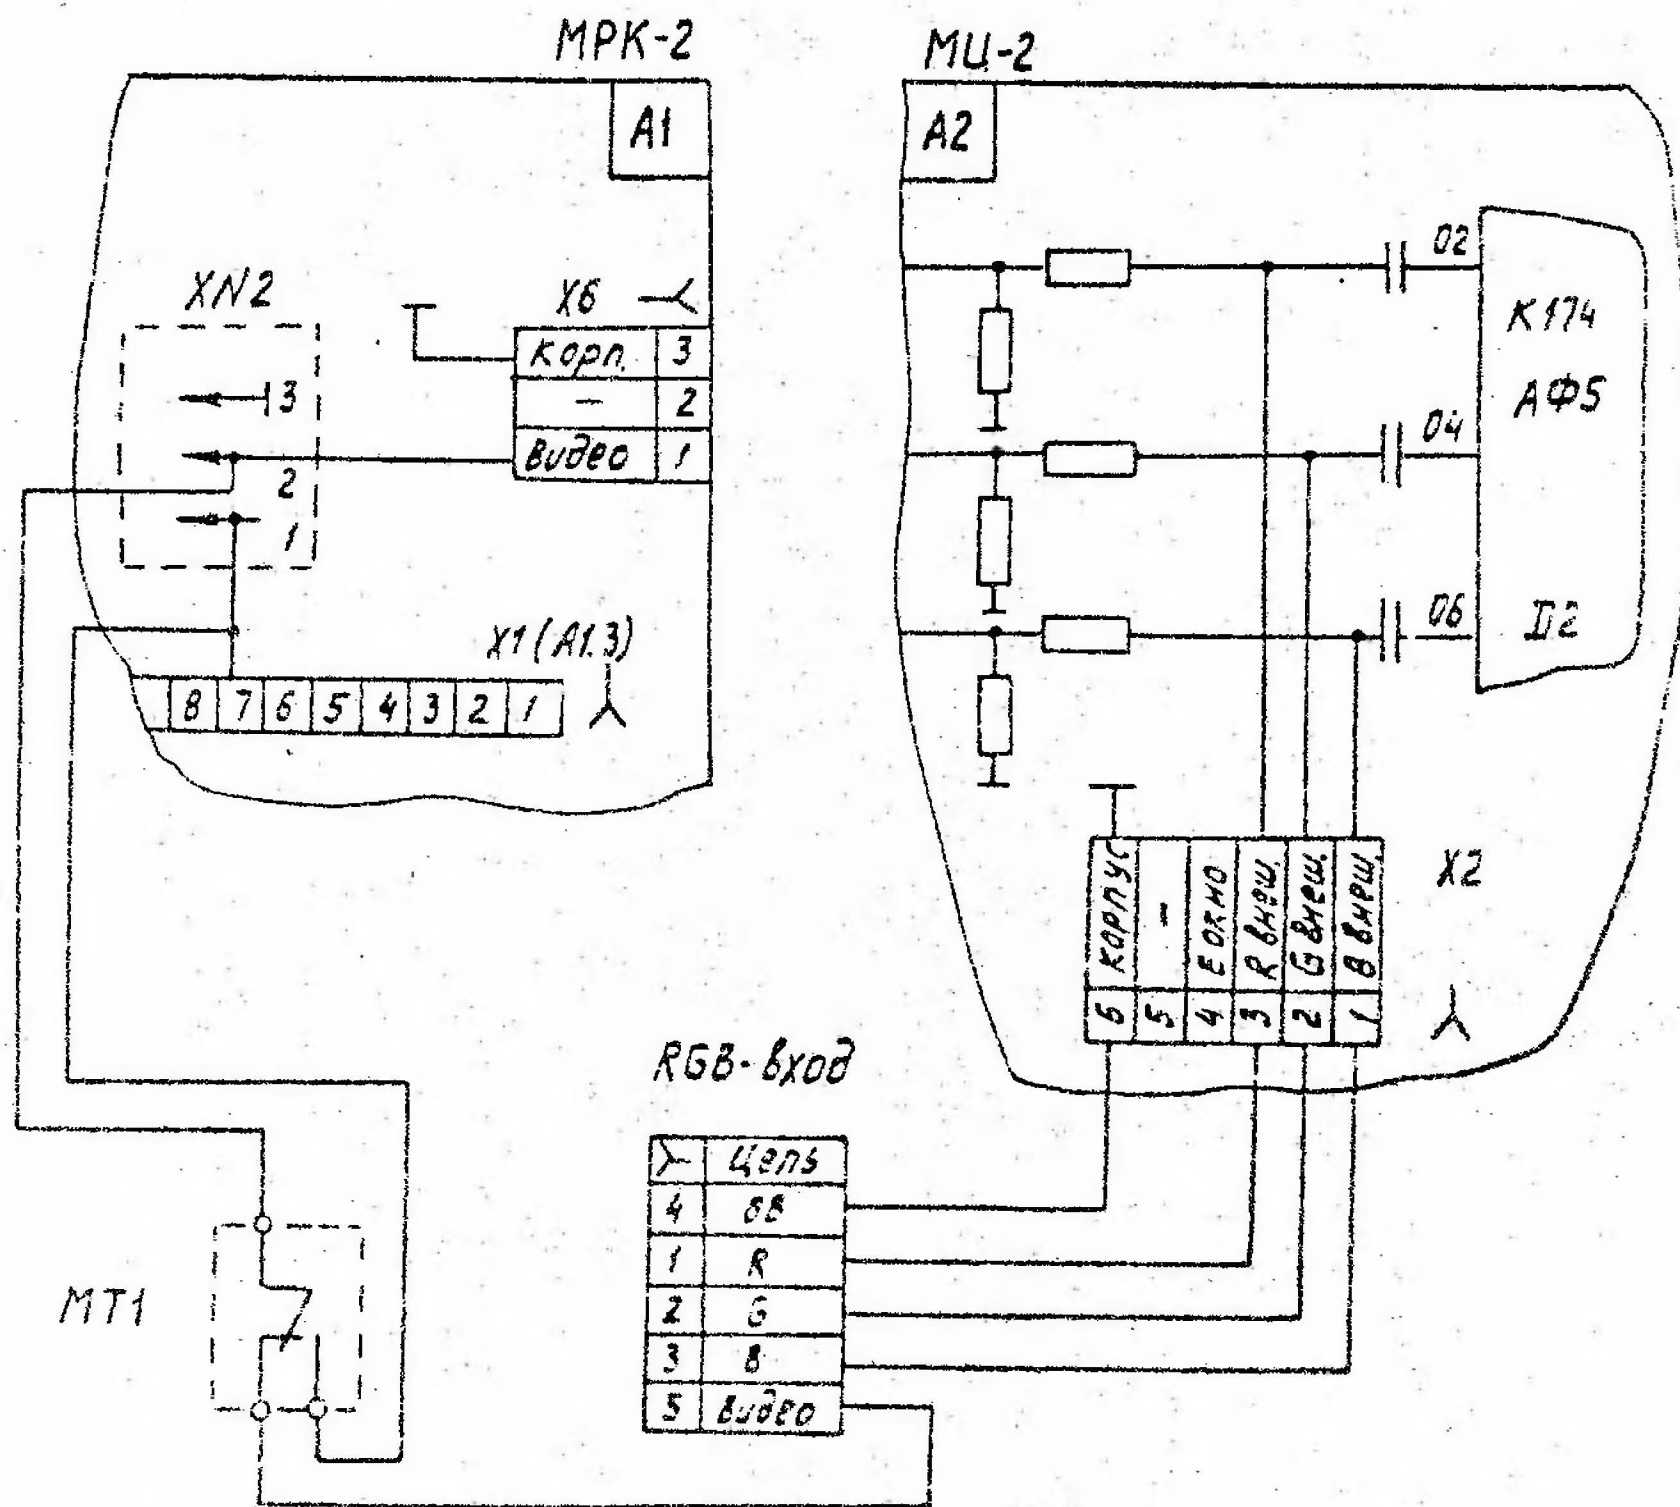
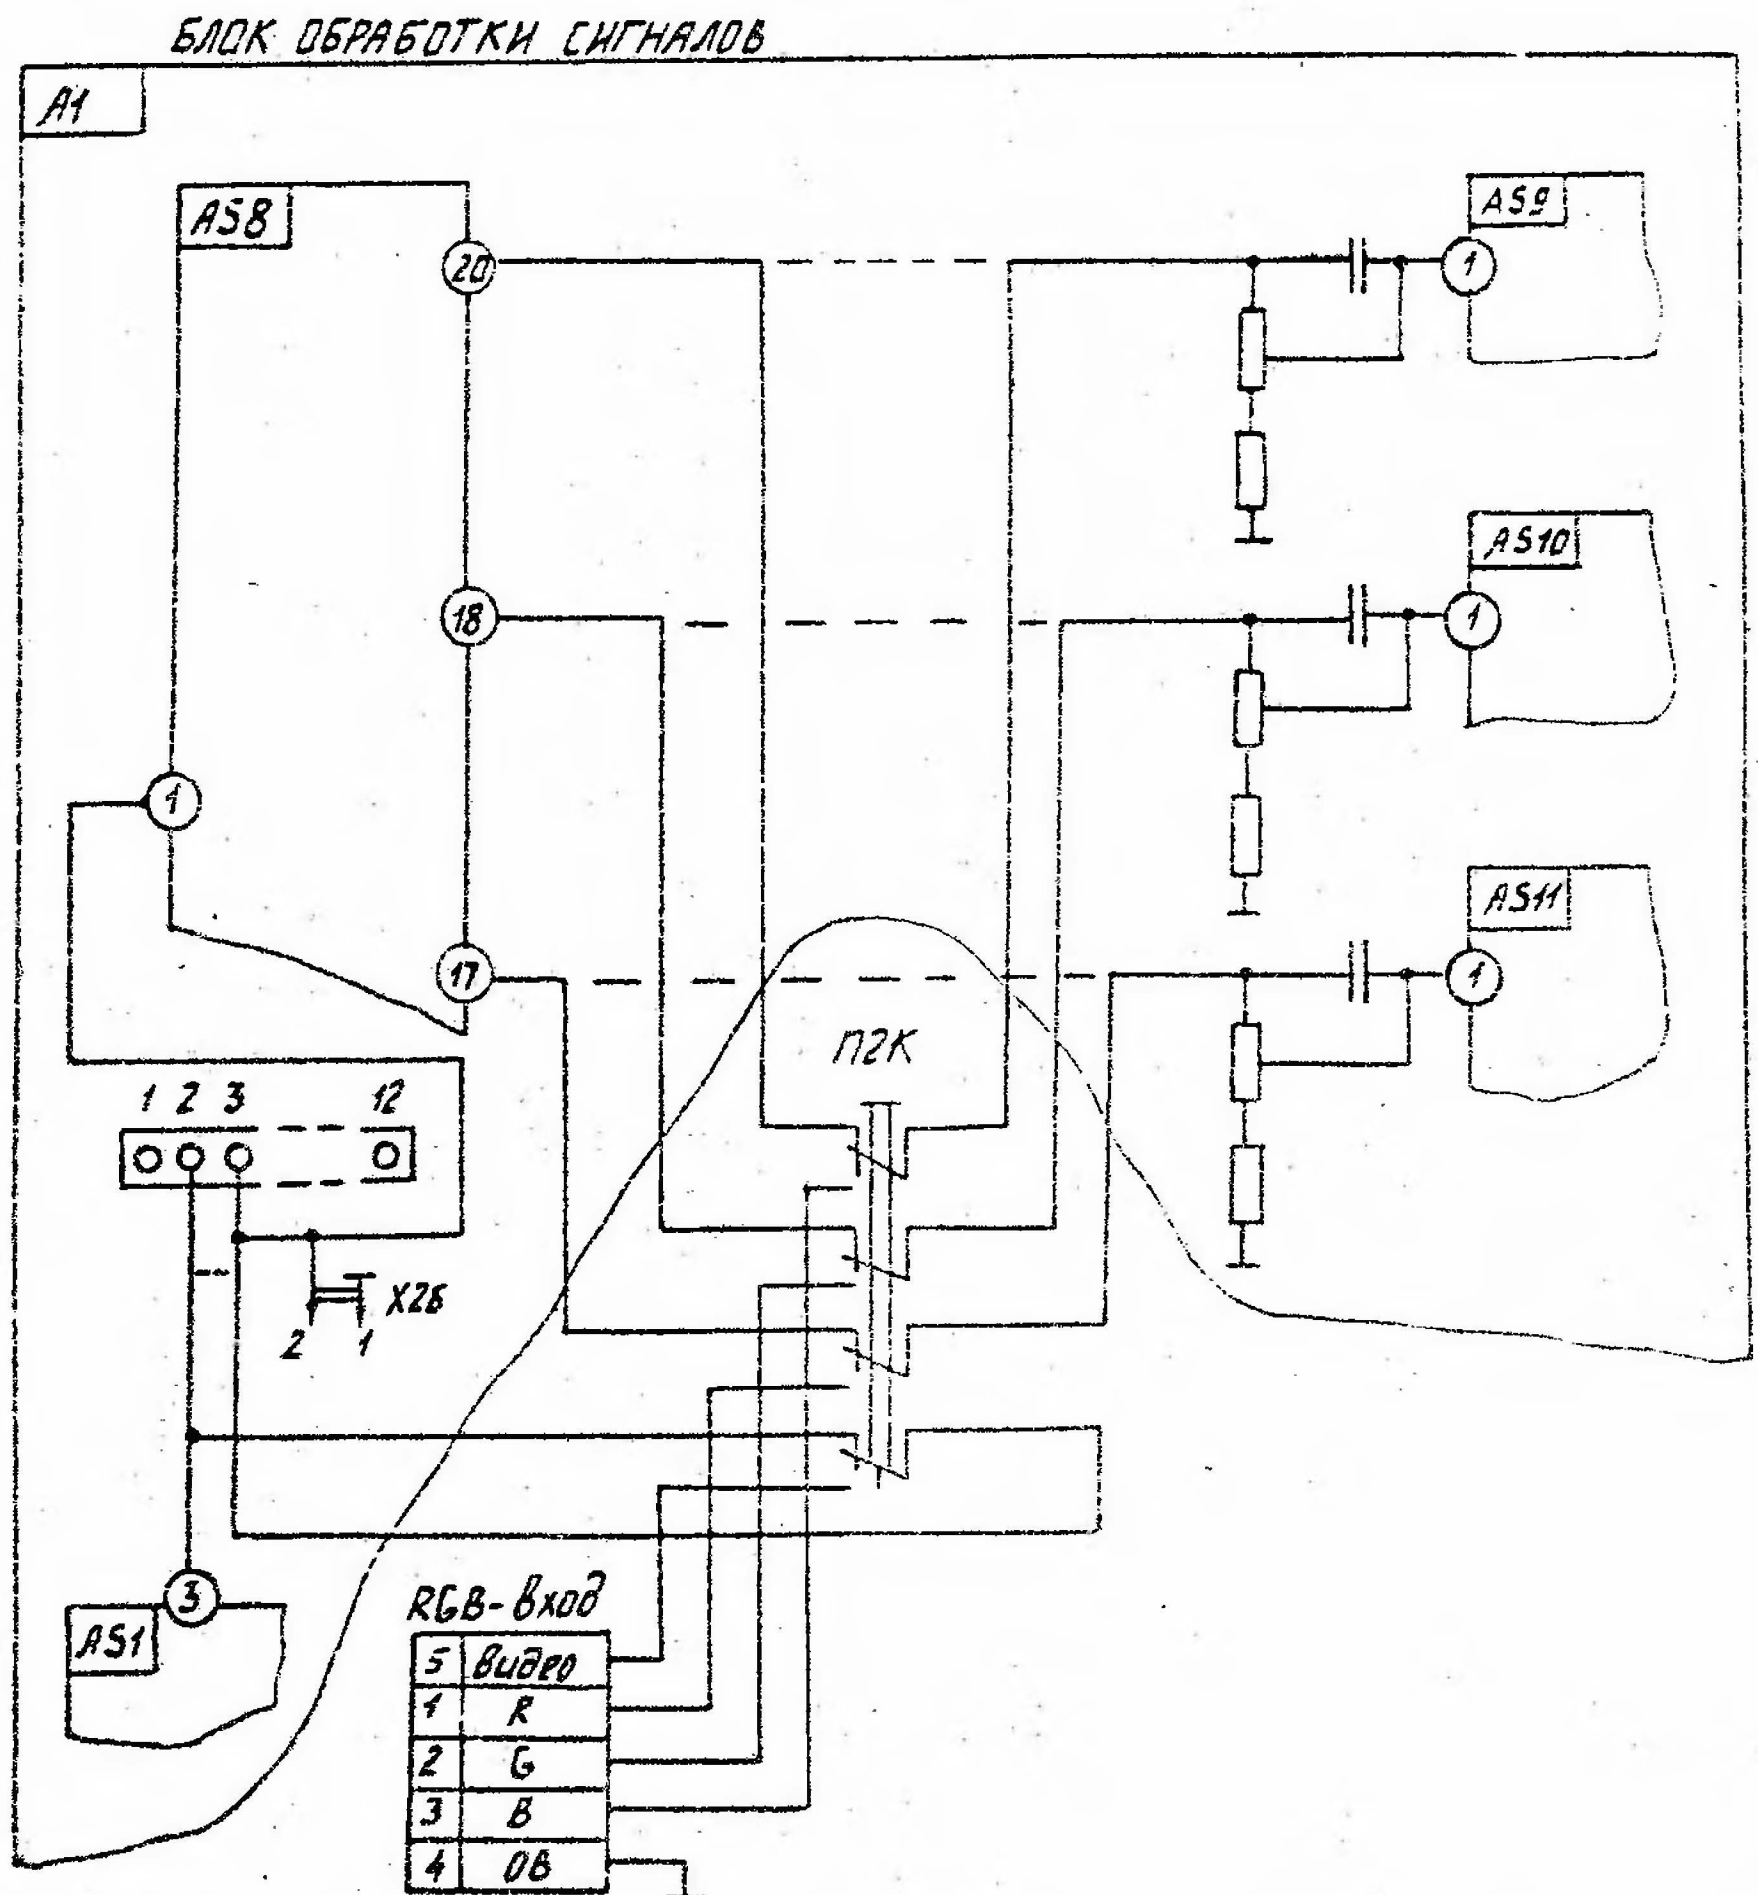

Рис. 5
Рис. 6
- 2) произвести монтаж согласно рис. 5.
Эскизы оснащения цветных телевизоров RGB-входом приведены на рис. 5 и рис. 6.